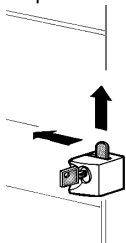

figure 5
- 4 - Le compartiment frigorifique contenant le produit et les robinets (voir figure 5) est